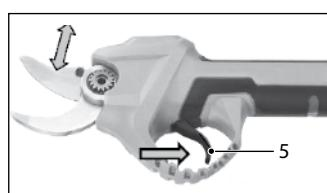

Рис. 2
4. Для перевода секатора в состояние готовности к работе дважды нажмите на курковый выключатель 5 (рис. 1 и рис. 2), прозвучат два коротких звуковых сигнала, и подвижное лезвие переместится в верхнее положение (лезвия режущего узла разомкнутся). Секатор готов к работе.
Для выполнения реза поместите ветвь между лезвиями и однократно нажмите курковый выключатель 5 (рис. 1 и рис. 2) до упора. Подвижное лезвие совершил один рабочий ход, и режущий узел вернется в открытое состояние. При неполном нажатии на курковый выключатель подвижное лезвие совершает неполный рабочий ход и возвращается в исходное (открытое) положение. При удержании куркового выключателя в нажатом положении до 2 секунд подвижное лезвие остается в нижней точке рабочего хода (лезвия сомкнуты), при отпускании куркового выключателя режущий узел возвращается в состояние готовности (лезвия разомкнуты).
1. Закройте режущий узел (переведите лезвия в сомкнутое положение) для обеспечения безопасности хранения и транспортировки. Для этого нажмите на курковый выключатель 5 (рис. 1 и рис. 2) и удерживайте его в течение 3...5 секунд, прозвучат два коротких звуковых сигнала, и лезвия сомкнутся. Отпустите курковый выключатель, режущий узел останется в закрытом состоянии (лезвия сомкнуты).